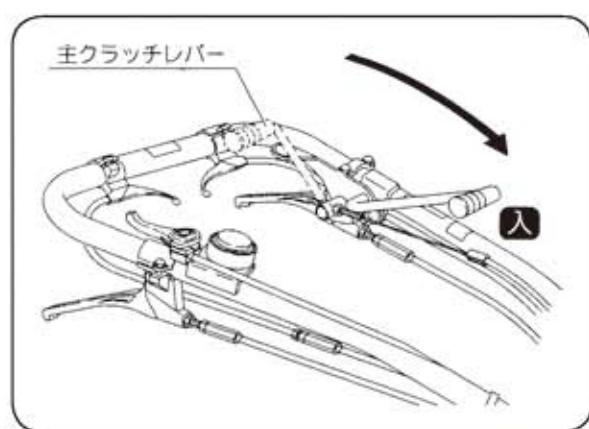

図13
- ③ 主クラッチレバーをゆっくり前方に倒すとクラッチが入ります。 (図13)